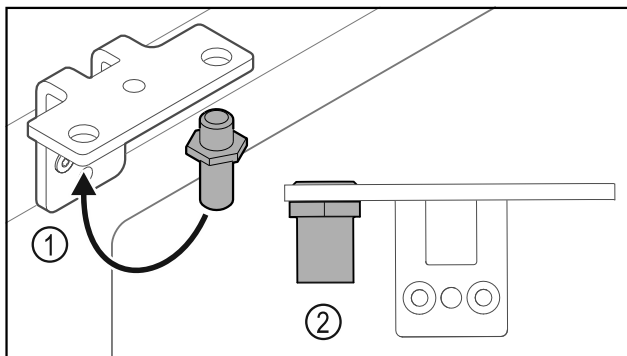

Fig. 31
- ▶ Přesaďte čep Fig. 31 (1) v úhelníku závěsu.
- ▶ Utáhněte čep Fig. 31 (2) **utahovacím momentem 12 Nm**.